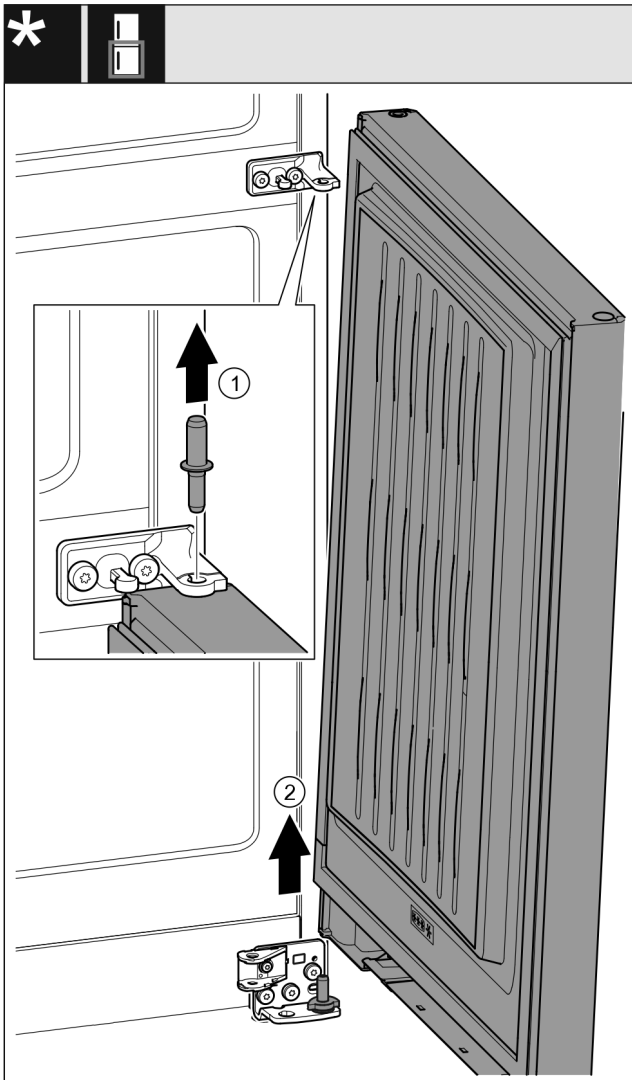

Fig. 22 Ar durvju amortizatoru*
- Izvelciet ārā tapu Fig. 22 (1) uz augšu.*
- Atvirziet durvis Fig. 22 (2), pavelciet uz augšu un novietojiet malā.*